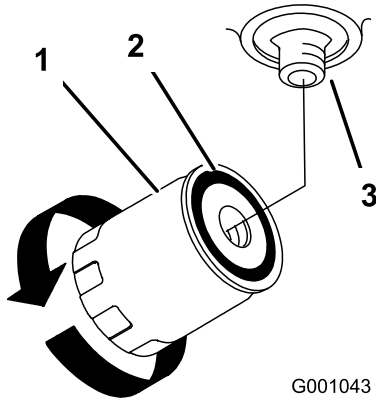

Figura 71
4. Retire el filtro usado y limpie con un paño la superficie de la junta del adaptador del filtro (Figura 71).
7. Gire el filtro en sentido horario hasta que la junta de goma entre en contacto con el adaptador del filtro y apriete el filtro media vuelta más (Figura 71).